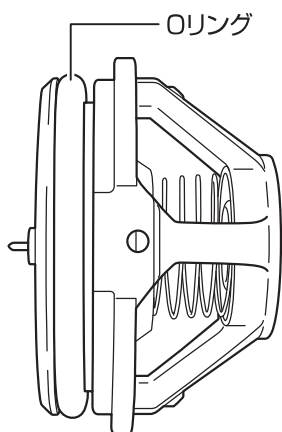
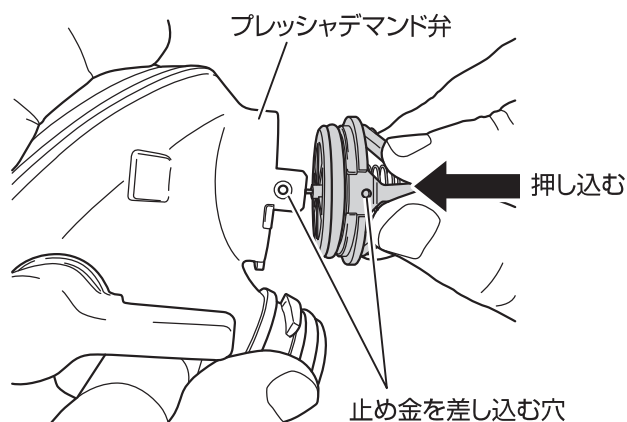

図 48 呼気弁セット
図 49 呼気弁セットの取り付け向き
- 呼気弁セットのOリングがある側をプレッシャデマンド弁に向け、それぞれについている、止め金を差し込む穴が合うように押し込み、取り付けてください。（図 48、図 49 参照）